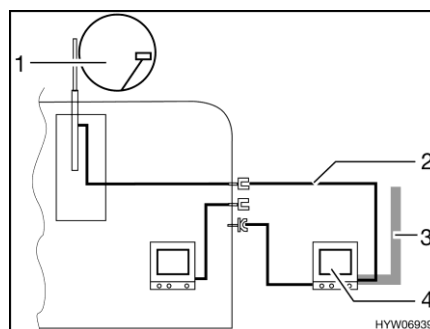

Fig. 148 TV dans l'auvent
- TV dans l'auvent (Fig. 148,4) : Raccord à l'antenne sur le toit (Fig. 148,1) avec câble d'alimentation (Fig. 148,2)
- TV dans l'auvent (Fig. 148,4) : Raccord à l'antenne extérieure (Fig. 148,3)